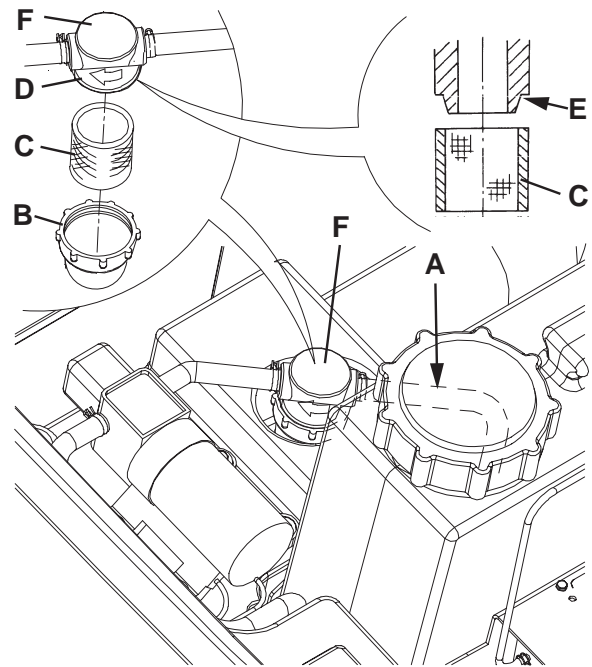

Abbildung 9
2. Den Zündschlüssel (80) auf "0" stellen.
3. Den Deckel (22) öffnen und vergewissern Sie sich dass der Sammelwassertank (21) leer ist, ansonsten ihn mittels des Ablassrohres (16) entleeren.
4. Den Handgriff (41) greifen und vorsichtig den Tank (40) heben.
5. Die Leitung (A, Abb. 9) leicht heben, und unter Handlung auf der Filtergruppe des sauberen Wassers (F) den durchsichtigen Deckel (B) abschrauben und das kleine Filtriernetz (C) entfernen. Ihn reinigen und in den Halter (D) montieren.